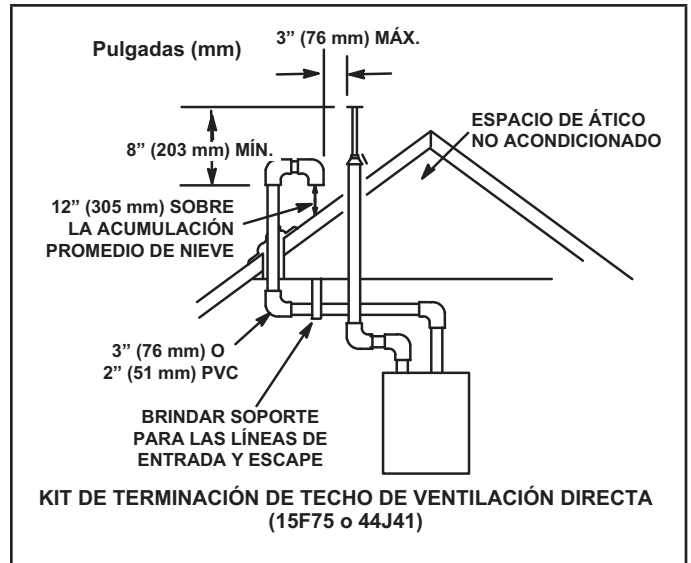

FIGURA 36
Las tuberías de entrada y de escape se pueden tender ya sea horizontalmente a través de una pared exterior o verticalmente a través del techo. En instalaciones en un ático o clóset, se prefiere la terminación vertical a través del techo. La FIGURA 36 a la FIGURA 43 muestran terminaciones típicas.
- 3 - En las terminaciones de techo, la tubería de entrada debe terminar recta hacia abajo usando dos codos de 90° (ver la FIGURA 36).